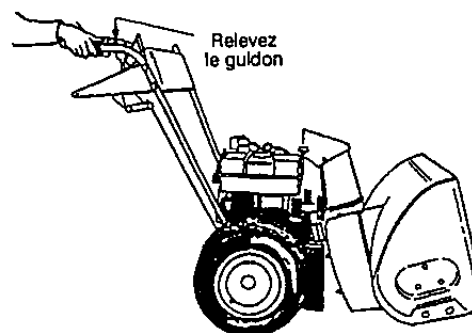

FIGURE 22
3. Dégagez le logement du châssis en relevant le guidon de la position du conducteur. Le châssis et le logement se séparent et la courroie d'entraînement arrière de la tarière se dégage des poulies. Voir la figure 22.